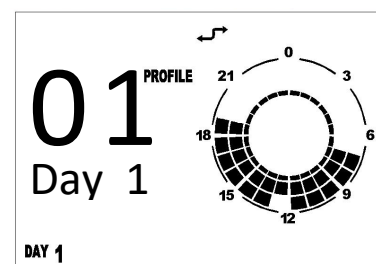

Рисунок 6 – Профиль на день
5. На дисплее вверху справа появится надпись **PROFILE** и мигающий номер выбранного профиля (Рисунок 6).